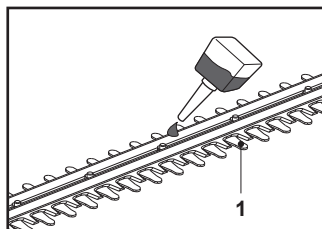

Fig. 11
10. Lubrifique as superfícies internas da lâmina se o dispositivo de corte (lâmina) (1) sobreaquecer durante a utilização (Fig. 11).